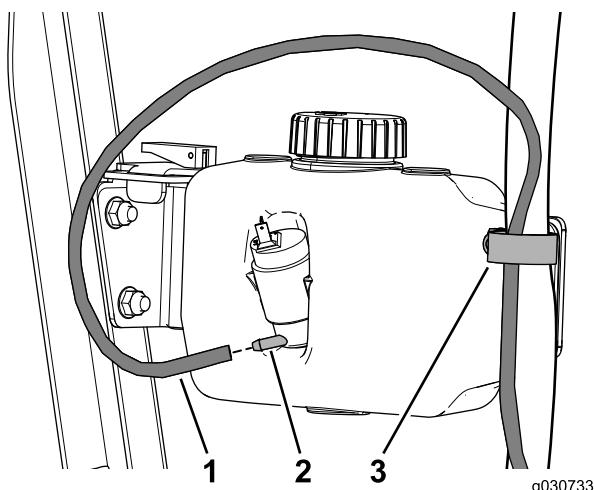

Figura 42
2. Enrute la manguera a través de la abrazadera en R y conéctela al depósito del lavaparabrisas (Figura 42).